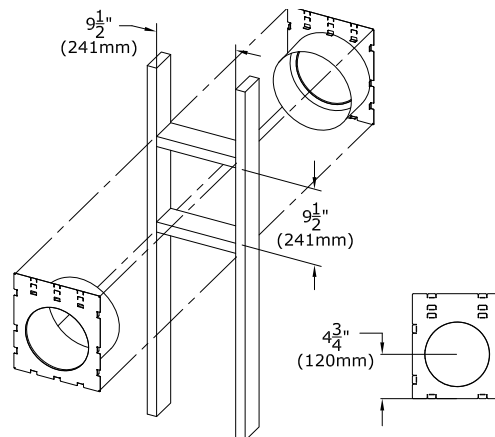

Figure 3.5 - Dégagement du tuyau de ventilation horizontal
Reportez-vous à la FIGURE 3.5 ci-dessous pour les dégagements suivants
1. Mesurez à partir du niveau du sol du foyer jusqu'au centre de l'endroit où le tuyau de ventilation pénétrera dans le mur. La dimension de la FIGURE 3.5 est utilisée avec un coude Simpson DuraVent.